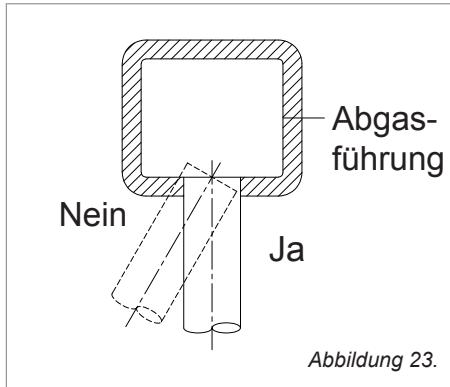

Abbildung 23.
- Das Abgasrohr muss senkrecht zur gegenüberliegenden Wand des Abgaskanals verlaufen (siehe Abbildung 23).